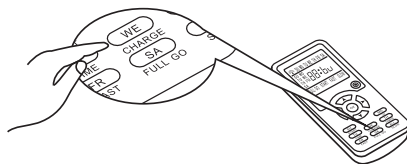

Рис. 3
4. Если вы хотите зарядить пылесос, нажмите на кнопку CHARGE (ЗАРЯДКА) на пульте дистанционного управления. Пылесос найдет док-станцию и активирует процесс зарядки. (См. рис. 3)